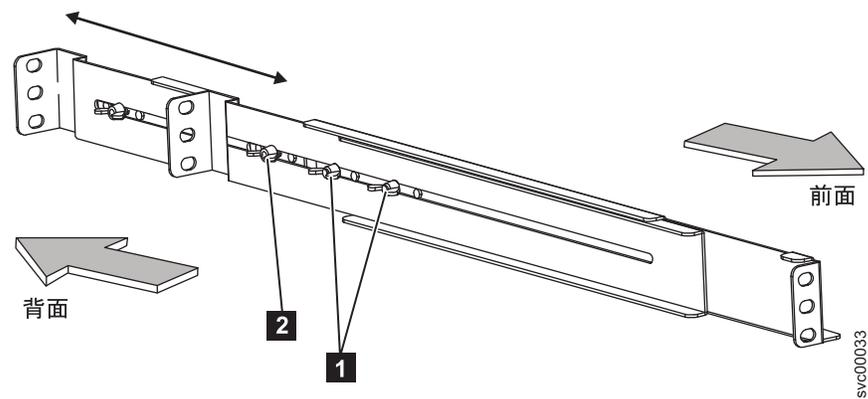

図9. 2145 UPS-IU でのレールの縦の長さの調整
4. 両方のレール・アセンブリのアセンブリー・ウィング・ナット (図9 の **1**) を緩め、ラックの奥行きに合わせてレール・サイズを調整します。サイズを調整した後で、ある程度動く余地を残した上で、できるだけアセンブリー・ウィング・ナットを締めます。